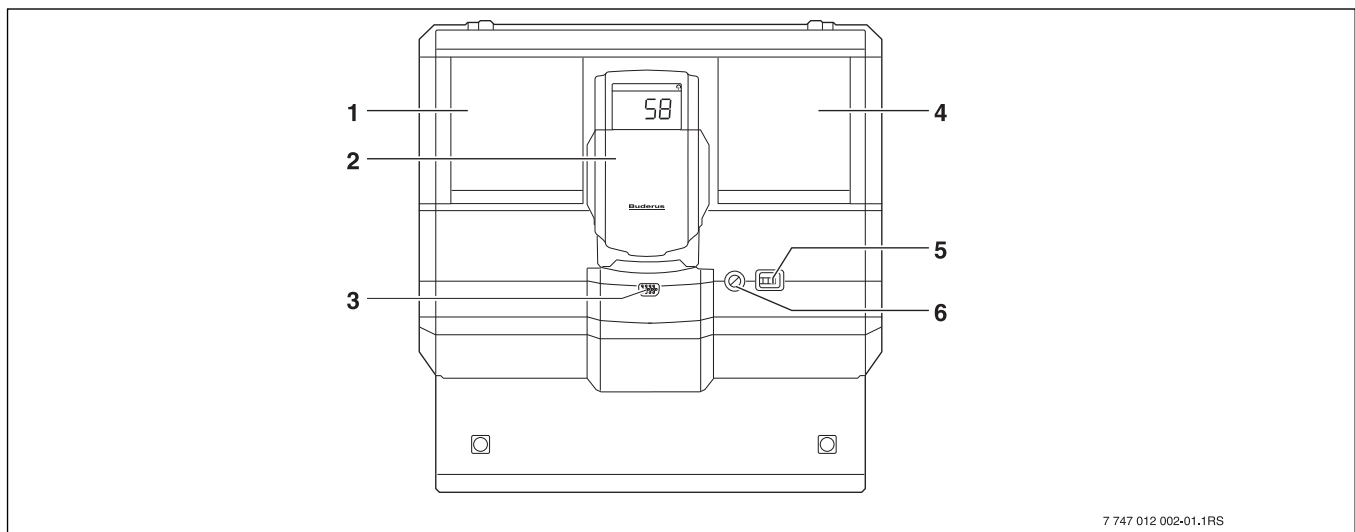

Bild 4 Bedienelemente (Beispiel Logamatic 4122)
- Schalten Sie das Regelgerät ein, indem Sie den Betriebsschalter auf „I“ schalten (→ Bild 4, [5], Seite 13).
- Schalten Sie das Regelgerät aus, indem Sie den Betriebsschalter auf „0“ schalten (→ Bild 4, [5], Seite 13).